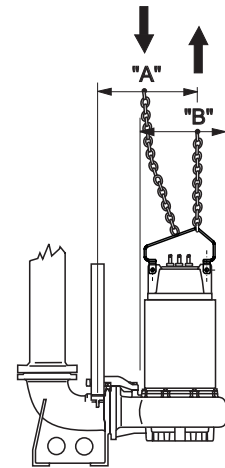

Fig. 2
1.5 - Si deseamos extraer la electrobomba de su alojamiento desconectar en primer lugar los cables eléctricos del cuadro de mandos y realizar la elevaci3n como se indica en la pág. 53 (Fig. 2). Lavar con un chorro de agua limpia el externo y el interno de la bomba, eliminando todo posible residuo de líquido bombeado, usando para ello gafas de prevenci3n de accidentes, guantes de goma, máscaras y trajes impermeables.